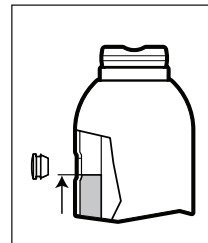
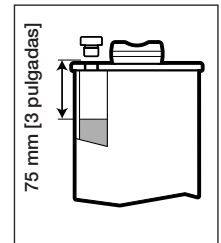

Fig. 6 - Nivel de aceite, excepto GBJ-100
Fig. 7 - Nivel de aceite, sólo GBJ-100
- Todos los modelos excepto GBJ-100: Llene el depósito hasta que el nivel de aceite llegue al borde inferior del orificio de llenado de aceite. Véase la Fig. 6.
- Sólo modelo GBJ-100: Llene el depósito hasta que el nivel de aceite llegue a 75 mm [3 pulgadas] por debajo del orificio de llenado. Véase la Fig. 7.
**PRECAUCIÓN: DNO LLENE EN EXCESO.** Con el émbolo de empuje totalmente replegado y el gato en posición vertical, el nivel de aceite no debería ser mayor al mostrado en la Fig. 6 o Fig. 7 (según el modelo de gato).